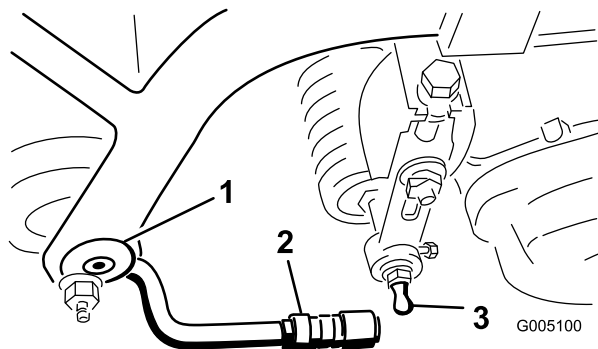

Figura 7
2. Montate un perno a sfera su ciascun lato del rullo anteriore degli apparati di taglio (Figura 7).
4. Fate scorrere indietro il manicotto sul giunto sferico e ruotate il braccio di traino verso il basso in modo che l'attacco si agganci sul prigioniero a sfera. Rilasciate il manicotto in modo che scorra sul prigioniero e blocchi l'intero gruppo (Figura 7).